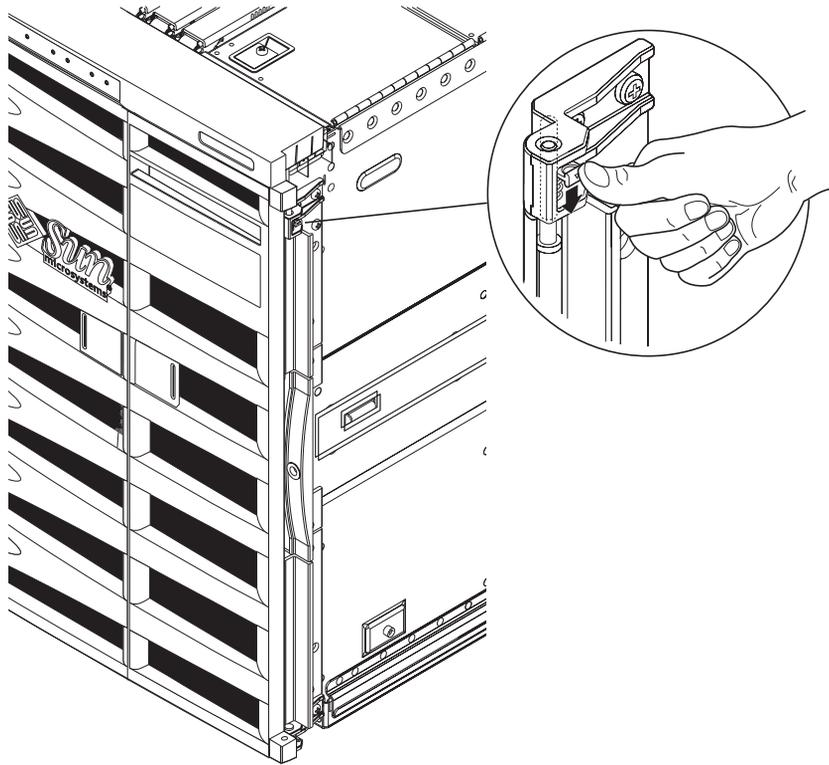

ABBILDUNG 1-6 Lösen des Türscharniermechanismus
1. **Entfernen Sie die Frontblendentüren (ABBILDUNG 1-6).**